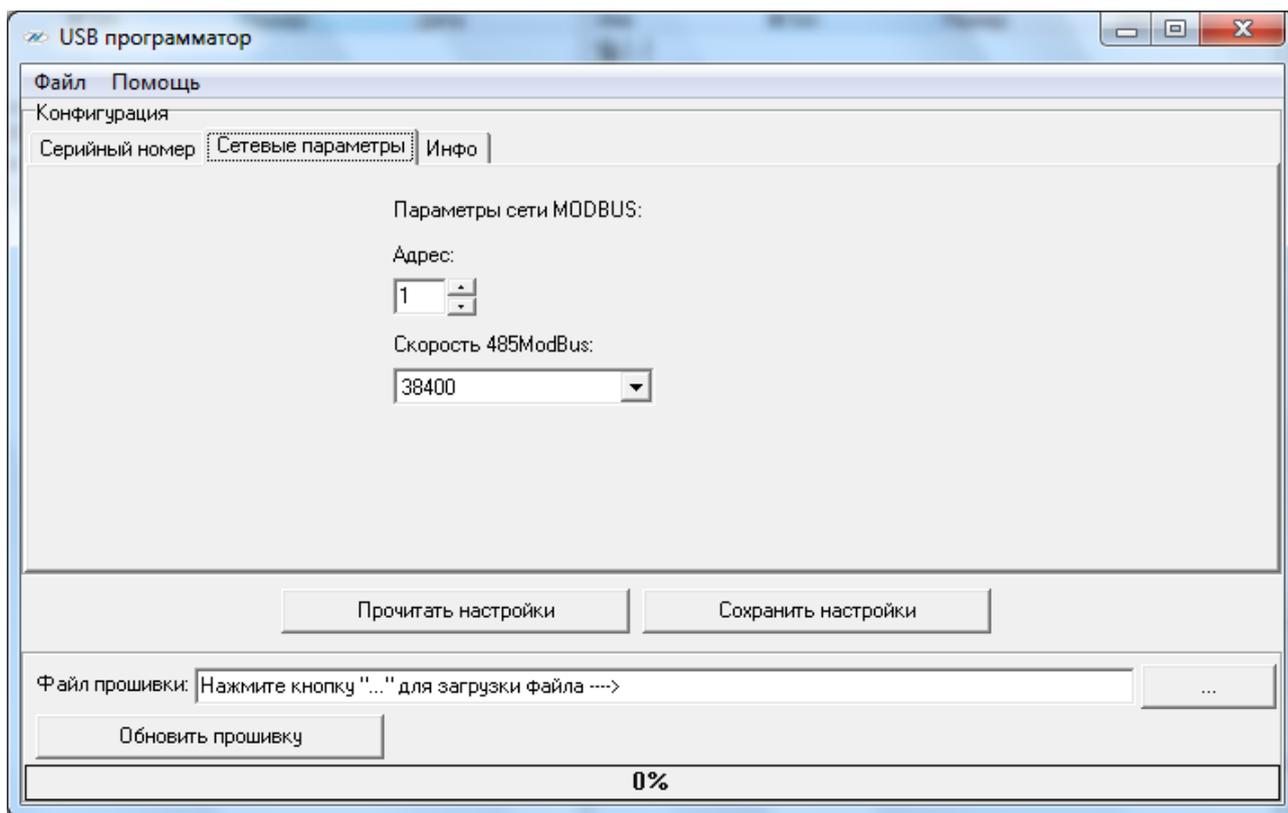

Рис. 7 - Вкладка "Сетевые параметры"
- 2.2.2.5. На вкладке «Сетевые параметры» (Рис. 7) задать параметры сети MODBUS. Нажать кнопку «Сохранить настройки».